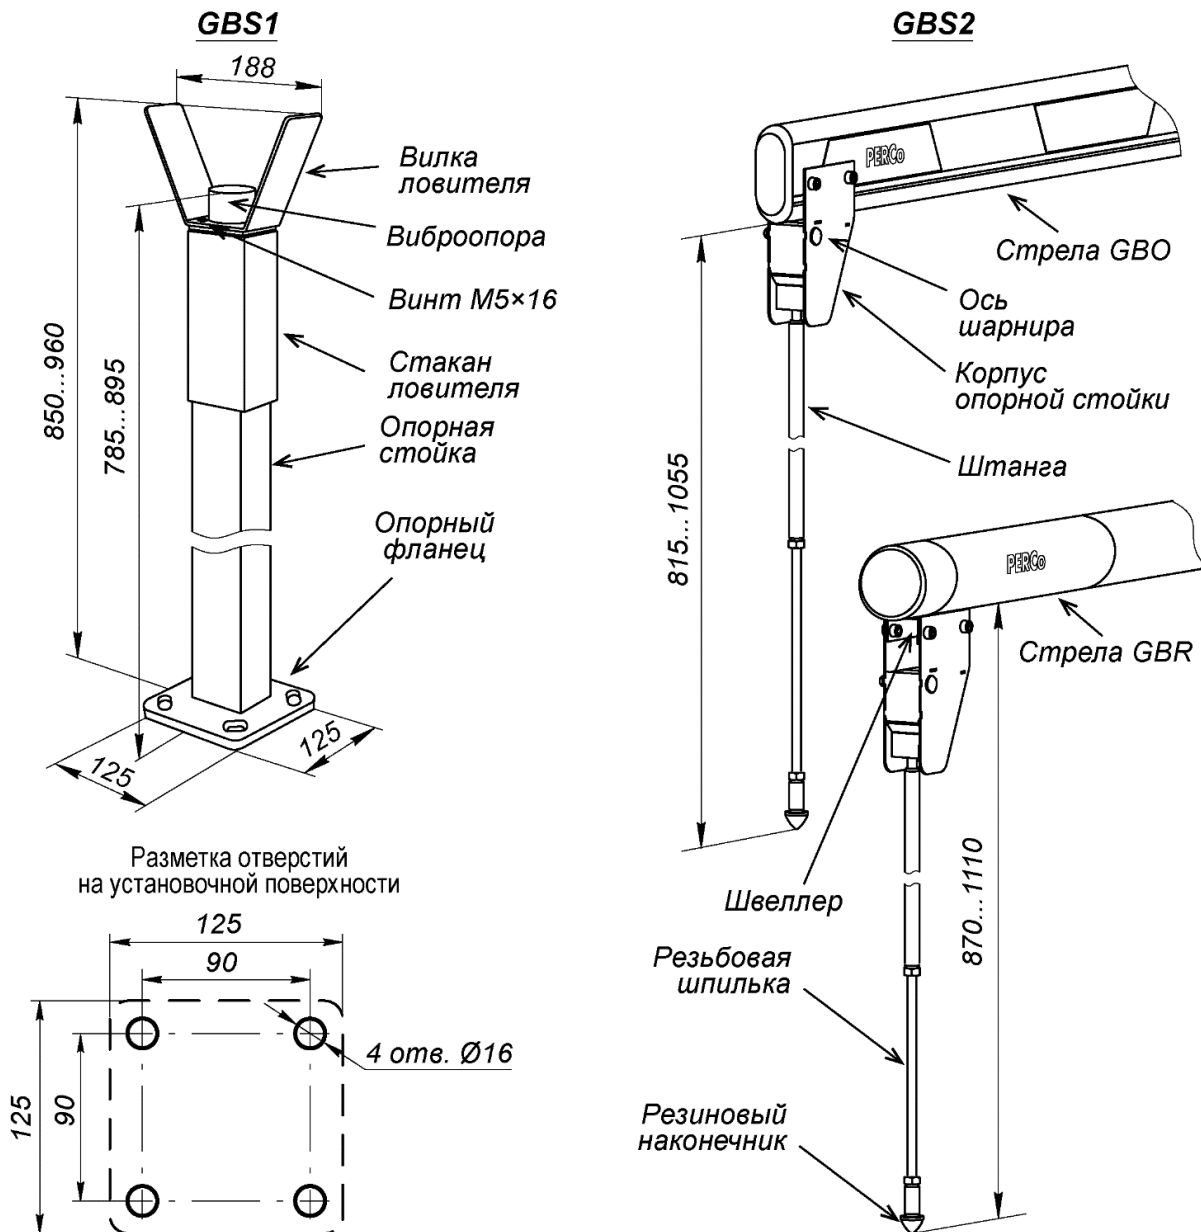

Рисунок 16. Внешний вид опорных стоек **PERCo-GBS1** и **PERCo-GBS2**
При необходимости устанавливается опорная стойка с ловителем стрелы **PERCo-GBS1**. Также устанавливать опорную стойку рекомендуется при длине стрелы более 4 метров. Опорная стойка **PERCo-GBS1** состоит из стойки прямоугольного сечения с опорным фланцем и ловителя стрелы (см. рис. 16).
1. Выполните в установочной поверхности отверстия в соответствии с разметкой (рис. 16). Ось опорной стойки должна совпадать с продольной осью стрелы шлагбаума (обращаем внимание, не с осью стойки шлагбаума!, см. рис. 7). Размер отверстий на схеме указан для анкеров типа PFG IH10 («SORMAT»), при использовании других типов анкеров необходимо выполнять отверстия соответствующих им диаметра и глубины.
Вместо стационарной стойки **PERCo-GBS1** можно использовать подвесную опорную стойку **PERCo-GBS2**, которая крепится непосредственно на стреле шламбаума (см. рис. 16). В вертикальном положении стрелы подвесная стойка складывается под собственным весом. При монтаже на прямоугольно-овальной стреле **PERCo-GBO** в стреле необходимо будет просверлить два сквозных отверстия под болты крепления корпуса опорной стойки. На круглой стреле **PERCo-GBR** необходимо предварительно закрепить на заклепках монтажный швеллер из комплекта поставки опорной стойки (см. Инструкцию по монтажу из комплекта подвесной стойки), на который затем монтируется корпус опорной стойки.